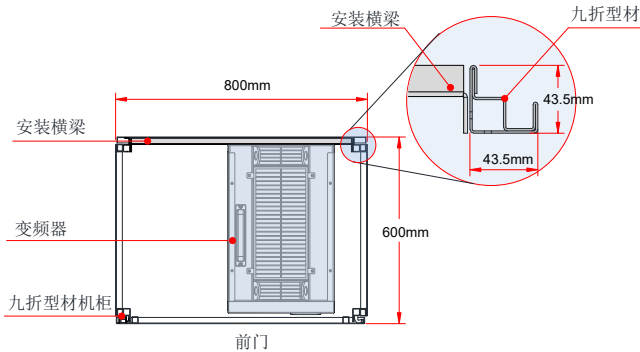

图 3-15 200kW ~ 400kW 机柜俯视图
- 1、建议机柜柜体采用九折型材机柜（PS 机柜），九折型材截面如放大图如图 3-15 所示；